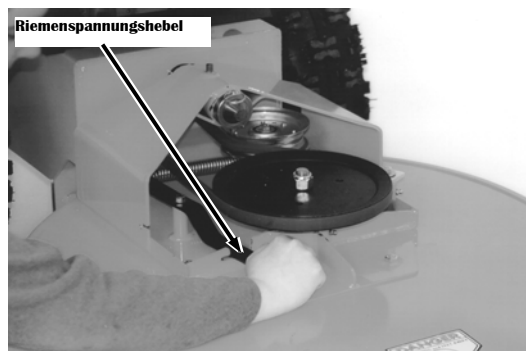

Abbildung 17
2. Lösen Sie den Riemenspannungshebel (**Abbildung 17**).